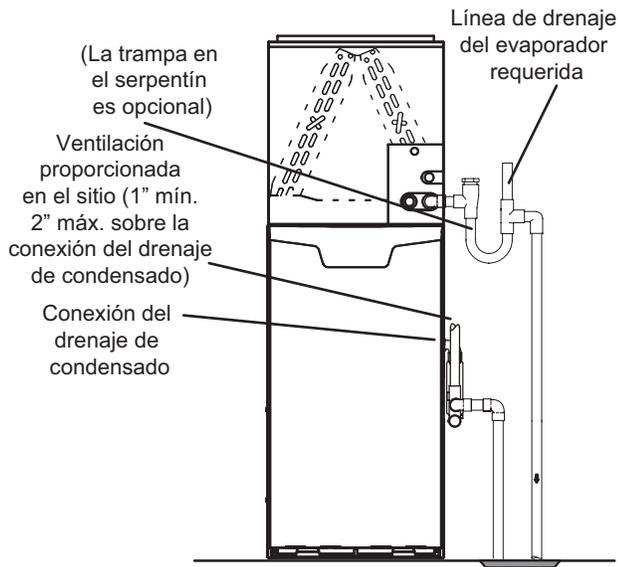

FIGURA 51
- 5 - En la FIGURA 51 y la FIGURA 53, se muestran el calefactor y el serpentín del evaporador con drenajes por separado. Si es necesario, la línea de condensado del calefactor y del serpentín del evaporador se pueden drenar juntas. Ver la FIGURA 54 y la FIGURA 55. **Calefactor de flujo ascendente FIGURA 54** - En aplicaciones del calefactor de flujo ascendente, la ventilación proporcionada en el sitio debe ser de un largo mínimo de 1" hasta un largo máximo de 2" arriba de la conexión de la salida de drenaje de condensado. Cualquier largo de más de 2" puede inundar el intercambiador de calor si la línea de drenaje primario combinada tuviese una restricción. **Calefactor horizontal FIGURA 55** - En aplicaciones del calefactor horizontal, la ventilación proporcionada en el sitio debe ser de un largo mínimo de 4" hasta un largo máximo de 5" arriba de la conexión de la salida de drenaje de condensado. Cualquier largo de más de 5" puede inundar el intercambiador de calor si la línea de drenaje primario combinada tuviese una restricción.